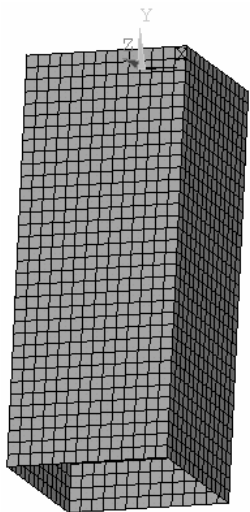

图 6-8 划分单元后的方管
(8) 依次选择 **Utility Menu>PlotCtrls>Style>Colors>Reverse Video**，将图形窗口的背景变为白色，以便后续操作中更清楚地观看视图（见图 6-8）。